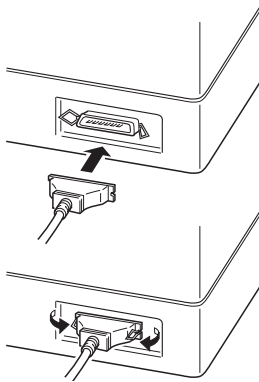

Abb. 4-2 Anschließen des parallelen Schnittstellenkabels
- ① Schalten Sie sowohl den Hostcomputer als auch den Drucker aus.
- ② Stecken Sie einen Stecker des Schnittstellenkabels in die parallele Schnittstellenbuchse am Drucker, und klemmen Sie ihn mit den Haltebügeln fest, wie in der Abbildung 4-2 gezeigt.
- ③ Stecken Sie den anderen Stecker des Schnittstellenkabels in die parallele Schnittstellenbuchse am Hostcomputer, und klemmen Sie ihn mit den Haltebügeln fest.